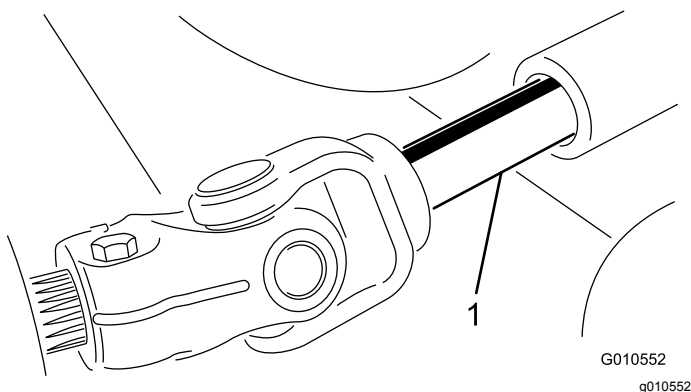

図 20
4. PTO シャフトのオスメスの接続部分を解除して、カッティングユニットをトラクションユニットから引き出す 図 20。